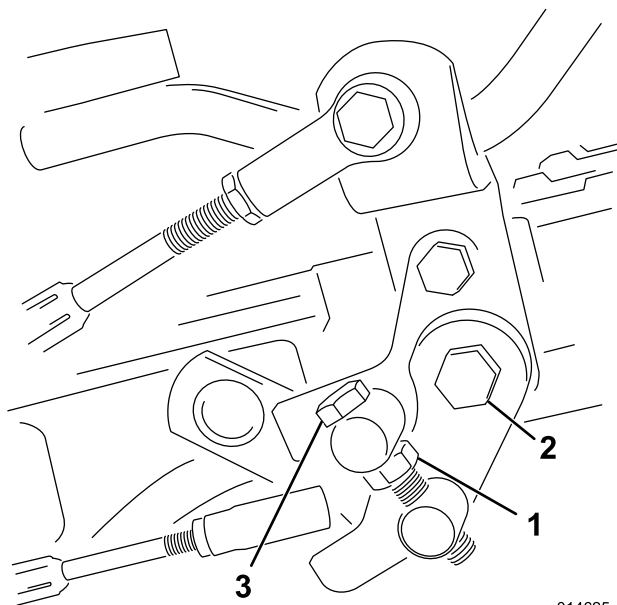

図 50
1. トラニオンボルトのジャムナットをゆるめる (図 50)。
4. トラニオンボルトのジャムナット、およびペダルピボットのナットを締め付けて調整を固定する (図 50)。調整を確認し、必要に応じて再調整する。